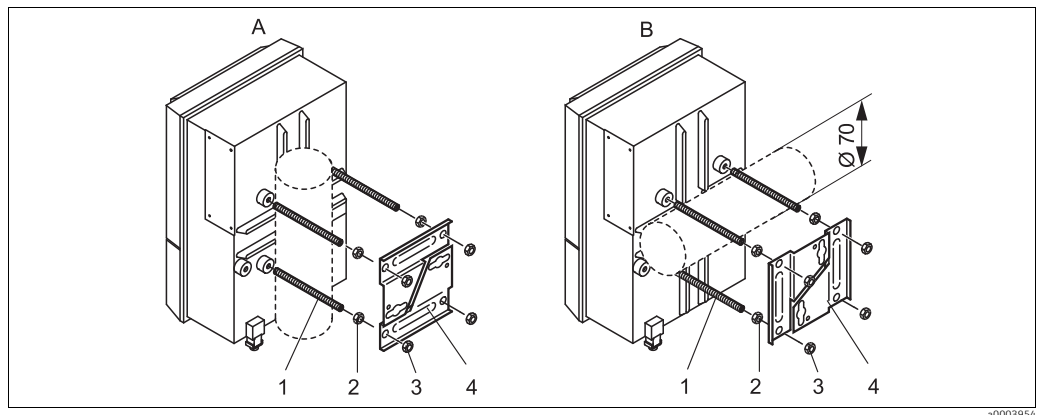

Abb. 11: Mastmontage
4. Schieben Sie die Halterungsplatten (Pos. 4) gemäß Abb. 11 auf die Halterungsschrauben.